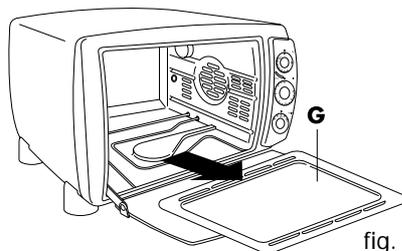

fig. 11
Deslize a bandeja de migalhas (G) para fora da parte baixa de seu forno (veja a fig. 11). Lave-a a mão. Caso a sujeira seja difícil de ser removida, enxágüe a bandeja de migalhas com água quente e, se for necessário, com sabão. Esfregue-a delicadamente sem arranha-la.